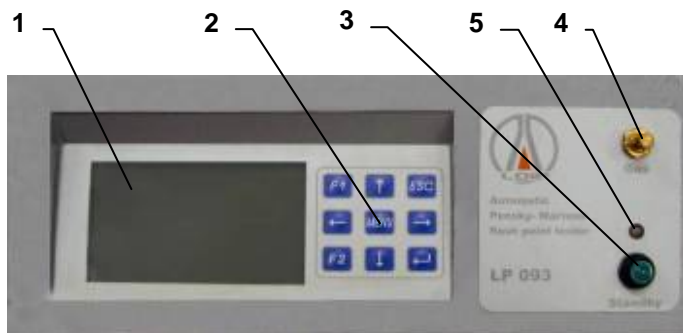

Fig. 4. LOIP LP-093 Panoul de control
La conectarea la priza a aparatului (fig. 4 item 5) ecranul afiseaza un mesaj continand informatii specifice producatorului. Dupa aceea, aparatul afiseaza o fereastra cu parametrii utilizati ultima data.
(fig.4 item 3).